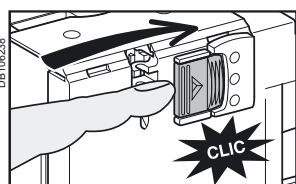

Abb. 2
- Montage mit Verriegelung (Demontage möglich, jedoch mit sichtbaren Spuren der Demontage gemäß Anhang G der Norm EN 61009-1) (Abb. 2)